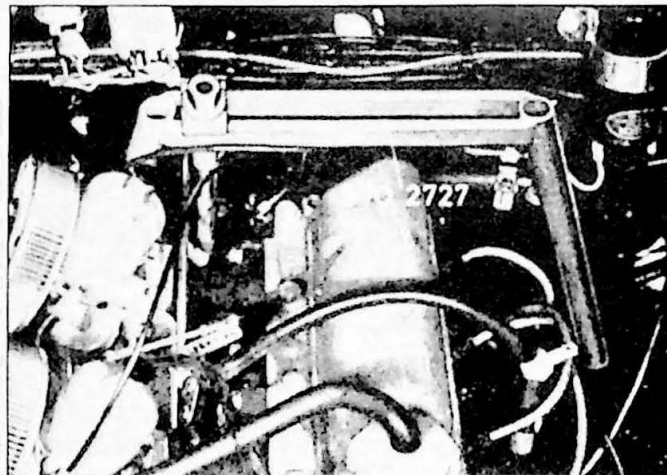

Fig. 6.3. Demontagesteun voor de motor (140)
1. Zet het werktuig SVO 2727 vast aan de motor zoals in Fig. 6.3. De haak om het uitlaatspruitstuk vastzetten.